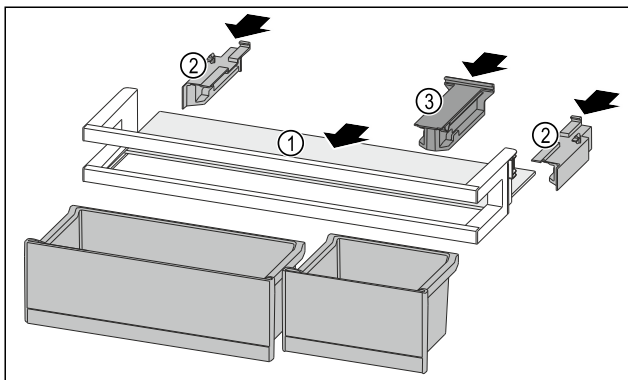

Fig. 120
- ▶ Tolja be a tárolólapot Fig. 120 (1) az oldalsó mélyedésekbe.
- ▶ Helyezze be az oldalsó részeket Fig. 120 (2).
- ▶ Helyezze be a tartóelemet Fig. 120 (3).